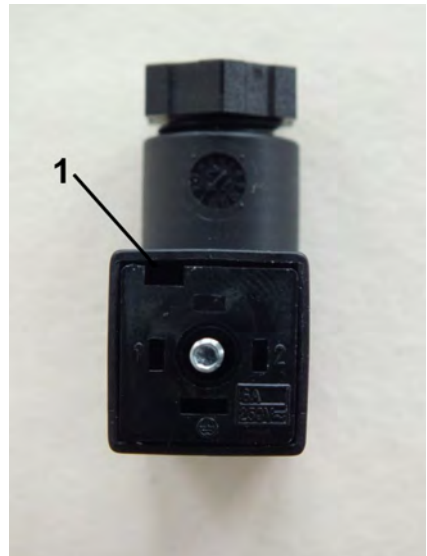

Abb. 24: Innenteil lösen
3. ➤ Entnehmen Sie den Steckereinsatz aus der Steckdose. Führen Sie hierzu einen Schlitzschraubendreher in den Schlitz (Abb. 24/1) ein. Hebeln Sie dann das Innenteil vorsichtig heraus
7. ➔ Führen Sie den Steckereinsatz (Abb. 24) wieder in die Steckerdose. Drücken Sie, bis der Steckereinsatz einrastet